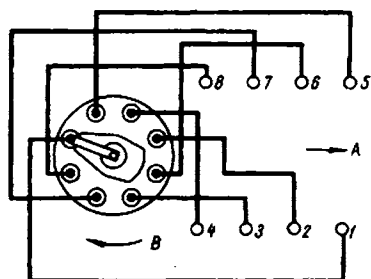

Рис. 7-9. Соединение проводов от распределителя к свечам:
8. Установить крышку и подсоединить провода высокого напряжения от свечей в порядке 1-5-4-2-6-3-7-8, как указано на рис. 7-9.